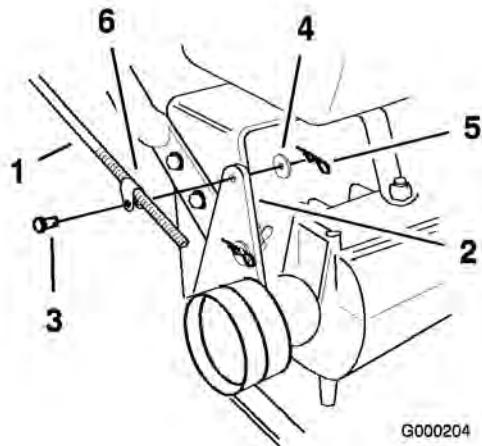

Figura 16
1. Saque el pasador de horquilla, la arandela y el pasador que sujetan el acoplamiento de la varilla de control con el soporte de la polea tensora (Figura 16).